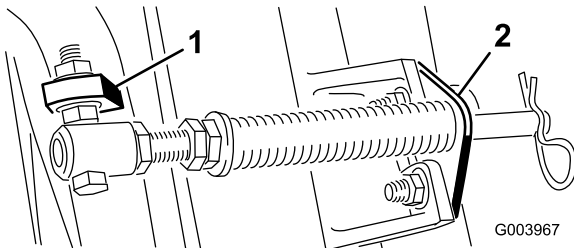

Bild 5
- C. Montieren Sie die Schraube des Federrohrs an der anderen Nase am Trägerrahmen und befestigen sie mit der Bundmutter. Positionieren Sie den Schraubenkopf zur Außenseite der Nase, wie in Bild 5 abgebildet.
- D. Montieren Sie die Stangenhalterung mit den Schlossschrauben und Muttern an den Schneideinheitnasen (Bild 5).